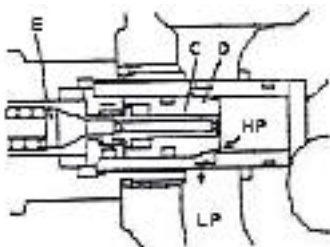

Рис. 2-18
(2) Действие предохранительного перепускного клапана (Рис. 2-18)